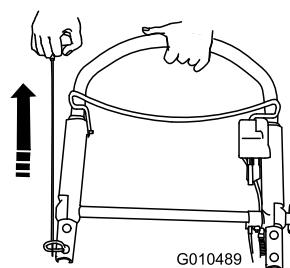

Figura 21
- Tire del arrancador de retroceso (Figura 21).